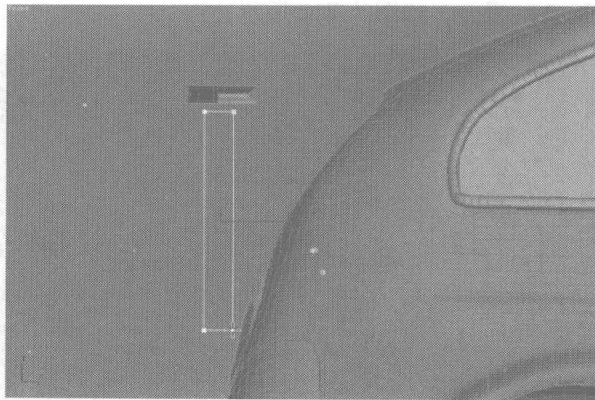

图 7.215
- 28 单击 ，进入创建面板，单击  按钮，选择 **Splines** 类型，单击 **Rectangle** 按钮，在 Front 正视图绘制出如图 7.215 所示图形。